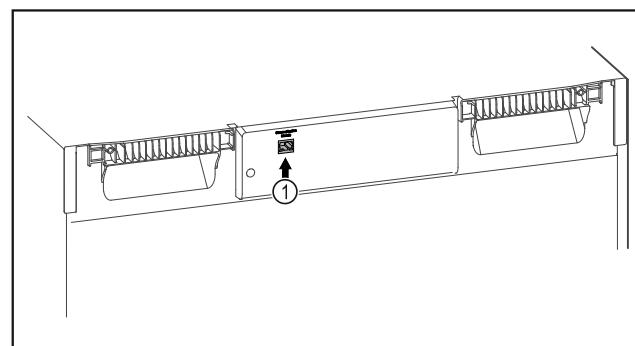

Fig. 98
SmartModule Fig. 98 (1) se rabi.